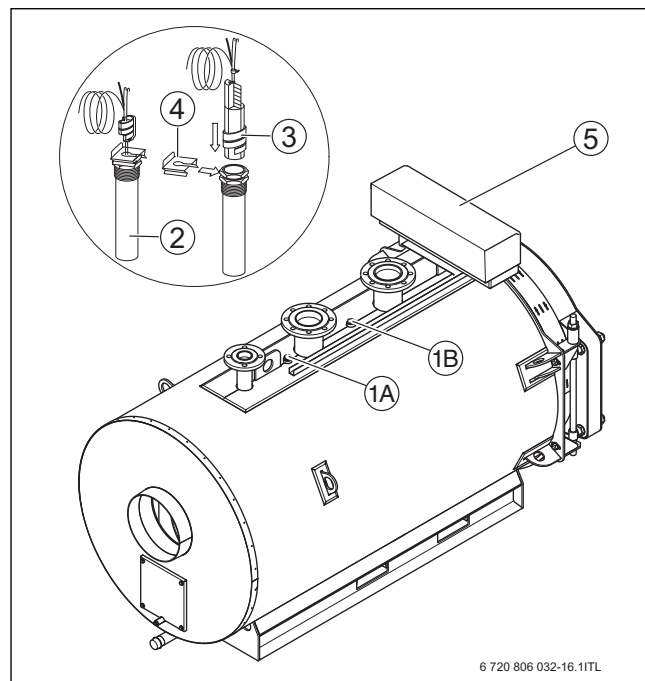
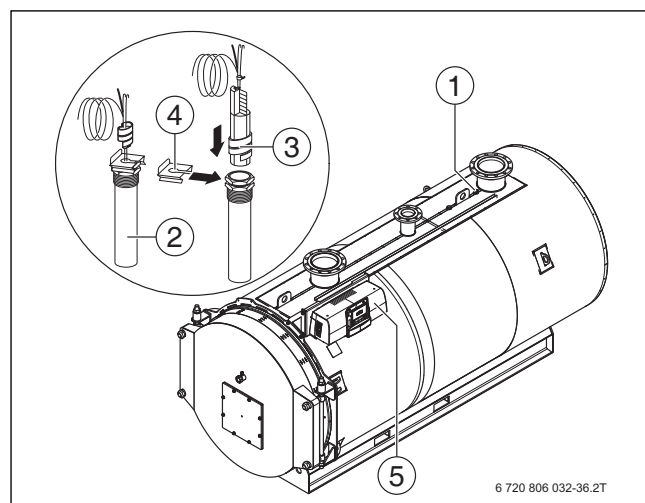

Рис. 26 Установка комплекта датчика температуры SK655/SK755
Рис. 27 Установка комплекта датчика температуры SK655/SK755
УВЕДОМЛЕНИЕ: возможно повреждение оборудования из-за неправильного расположения датчиков! Датчики предохранительного ограничителя температуры (STB) и регулятора температуры (TR) **должны** устанавливаться в точке замера на верхней стороне котла (→ рис. 26 и рис. 27).
- ▶ Вставьте комплект датчика (→ рис. 26, стр. 25, [3]) до упора в гильзу [2].